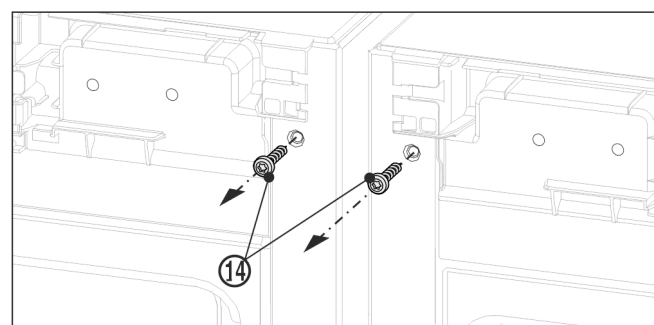

Fig. 9
- Vor der Montage des oberen Winkels beide Erdungsschrauben Fig. 9 (14) herausdrehen.